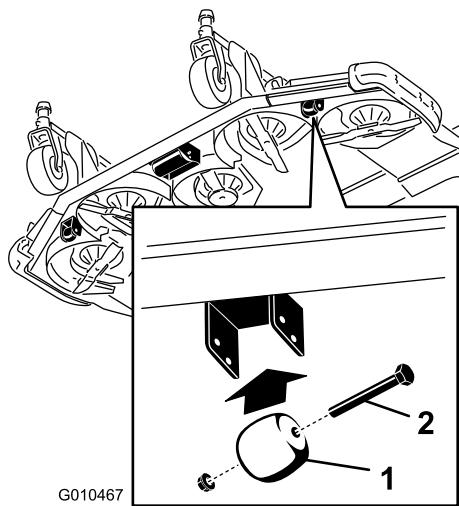

Figura 31
- Retire el tornillo y la tuerca que fijan el eje del rodillo al soporte de la carcasa (Figura 31).